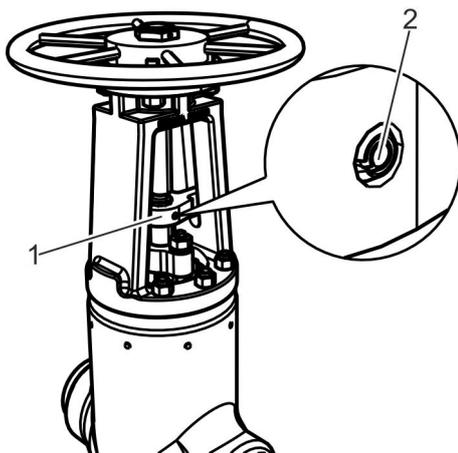
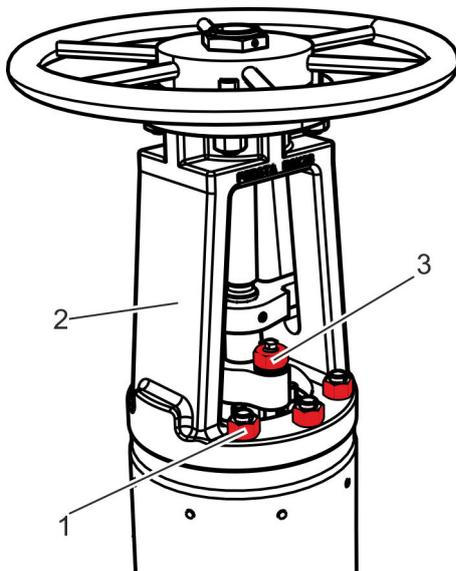

Abb. 19: Verdrehsicherung lösen
Abb. 20: Muttern entfernen
1. Falls Verdrehsicherung vorhanden: Spannstift (Abb. 19/2) der Verdrehsicherung (Abb. 19/1) lösen und entfernen.
Muttern (Abb. 20/1) am Bügelaufsatz lösen und entfernen.
Muttern (Abb. 20/3) an der Stopfbuchsbrille lösen und mit Unterlegscheiben entfernen.
⇒ Der Bügelaufsatz (Abb. 20/2) hebt sich vom Gehäuse ab.
Bügelaufsatz (Abb. 20/2) und Verdrehsicherung (Abb. 19/1) nach oben abnehmen.